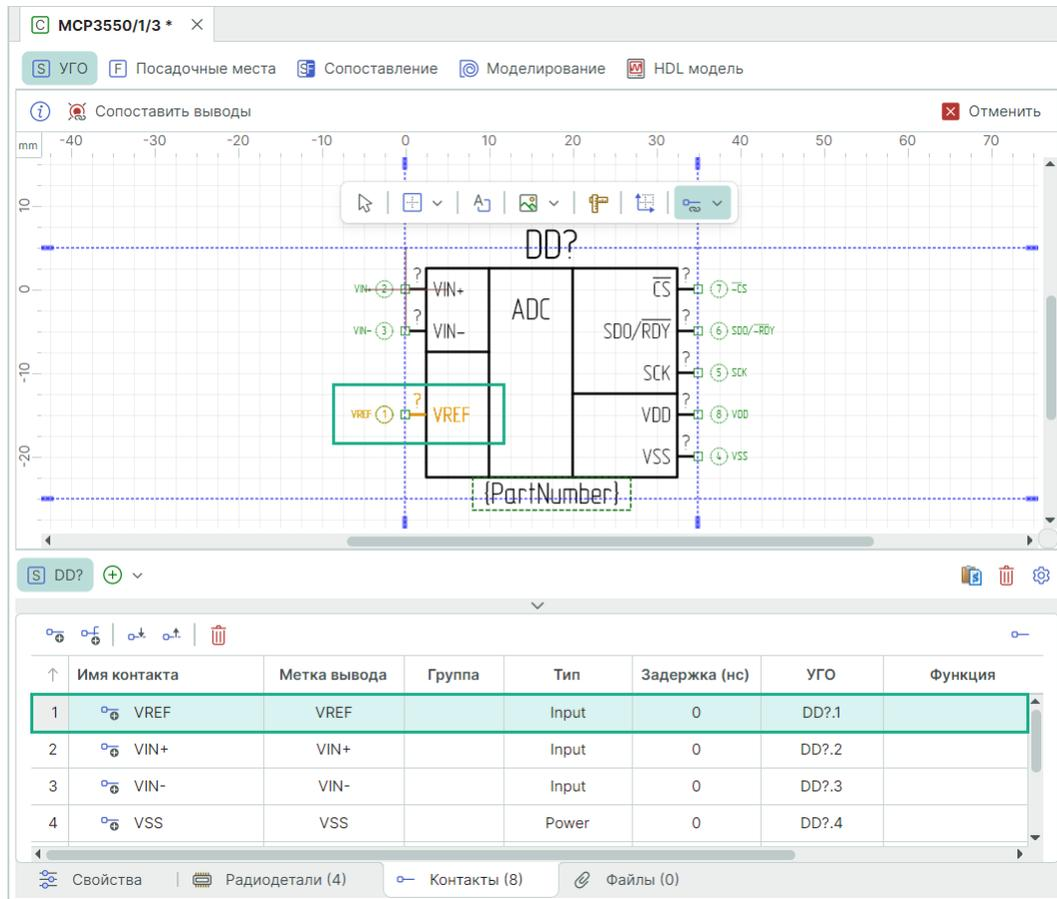

Рис. 297 Результат сопоставления вывод УГО с контактом
4. При нажатии левой кнопки мыши выбранный контакт будет сопоставлен с выводом, на который наведен курсор, см. Рис. 297.